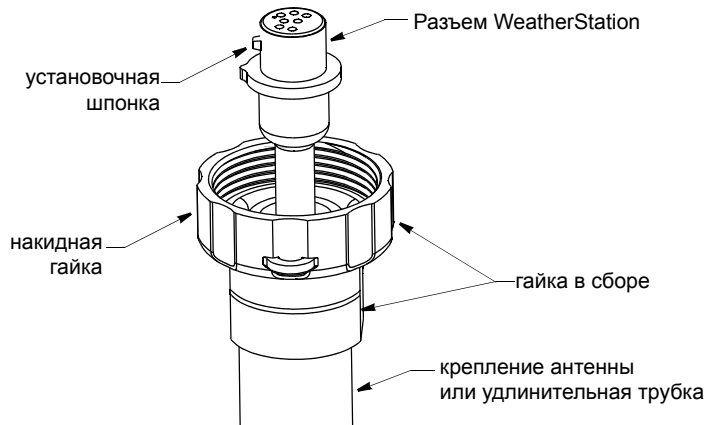

Рисунок 5. Крепление кабеля к метеостанции WeatherStation
1. Протяните кабель с гайкой в сборе возле разъема WeatherStation через удлинительную трубку (при наличии), крепление антенны и кабельный вход. *Убедитесь в том, что кабель выступает за гайку в сборе* (см. рисунок 5).